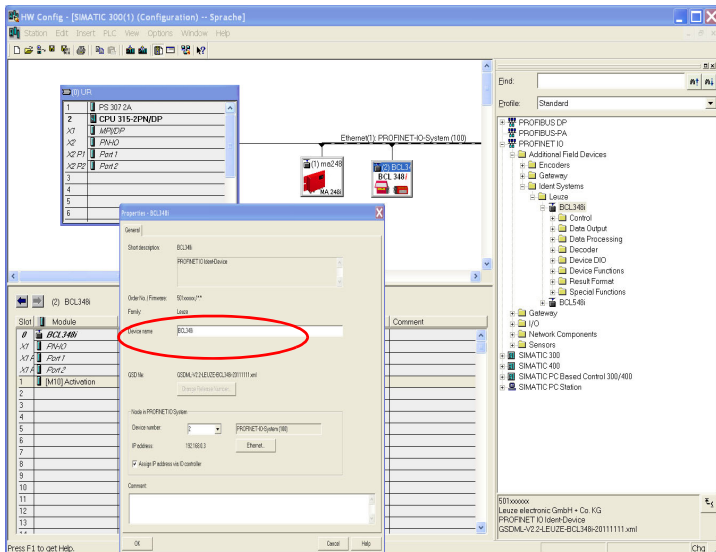

Figura 10.3: Assegnazione dei nomi dell'apparecchio agli indirizzi IP
- Assegnazione del nome di apparecchio agli IO Devices progettati (figura 10.3...)